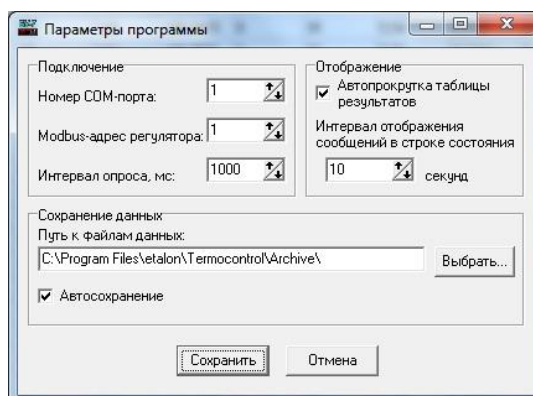

Рисунок 6 – Параметры программы "Termocontrol"
2.5.6.2.2 Нажать пункт меню "Параметры", а затем "Параметры программы", после чего появится окно "Параметры программы" (см. рисунок 6).